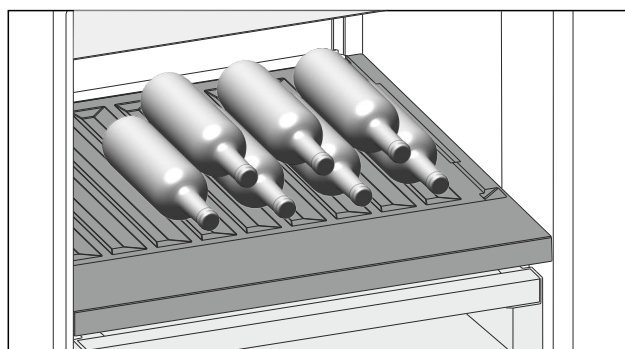

Fig. 98
- Láhve ukládejte dnem dozadu k zadní stěně. (viz Fig. 98)